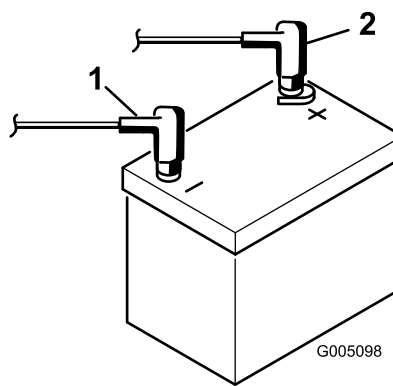

Рисунок 7
8. Установите положительный кабель (красный) на положительную клемму (+), а отрицательный кабель (черный) на отрицательную (–) клемму аккумулятора и закрепите их болтами и гайками (Рисунок 7). Наденьте на положительную клемму резиновый чехол для предотвращения возможного замыкания на массу.